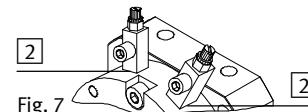

Fig. 7
- Ceux-ci sont directement vissés dans les raccords d'alimentation (Fig. 7).